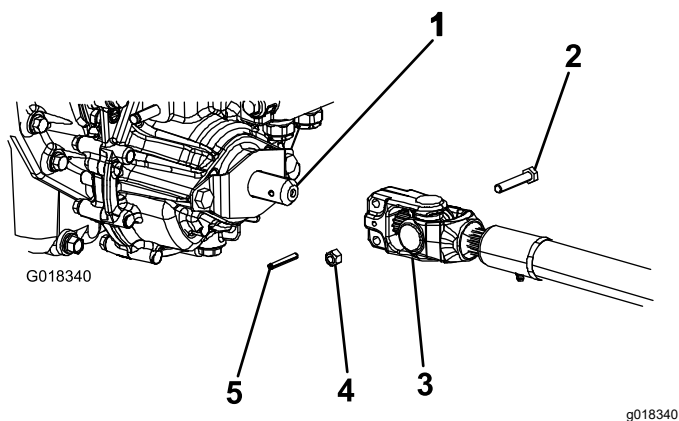

Рисунок 4
3. Расположите ведущий вал механизма отбора мощности спереди машины. Убедитесь, что скользящая вилка ведущего вала (Рисунок 4) направлена в сторону ведущего вала коробки передач.